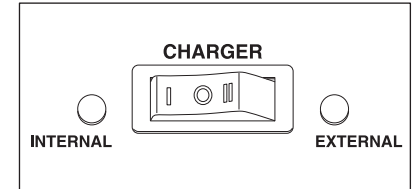

Fig. 4
- Ajuste el interruptor en la parte frontal de la unidad al interno. (Fig. 4)